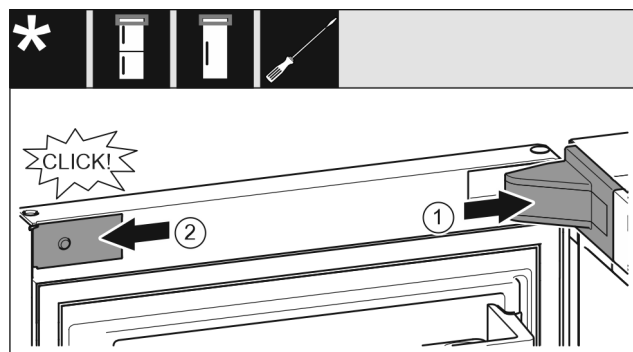

Fig. 21
- Monter lagerblokkdekselet Fig. 21 (1) og smekk det på plass, og skyv det forsiktig fra hverandre om nødvendig.
- Plasser dekselet Fig. 21 (2) på siden og smekk det på plass.